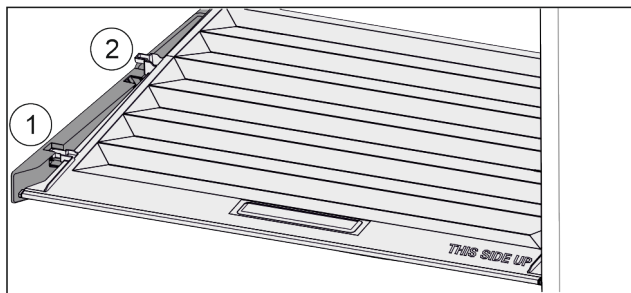

Fig. 161
- ▶ Потянуть крышку до отверстия в поддерживающих деталях вперед Fig. 161 (1).
- ▶ Поднять сзади снизу и извлечь Fig. 161 (2) движением вверх.